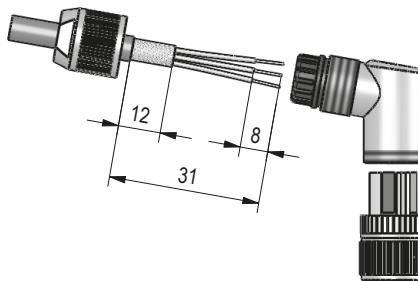

Abb. 6: Gegenstecker M12 A-kodiert gewinkelt
- Zubehör SIKO Art.Nr. "83091" M12 A-kodiert (Buchse 4 pol. Power) (Abb. 6).
#### Montage (Abb. 6)
### Ändern der Winkelstellung (Abb. 6)